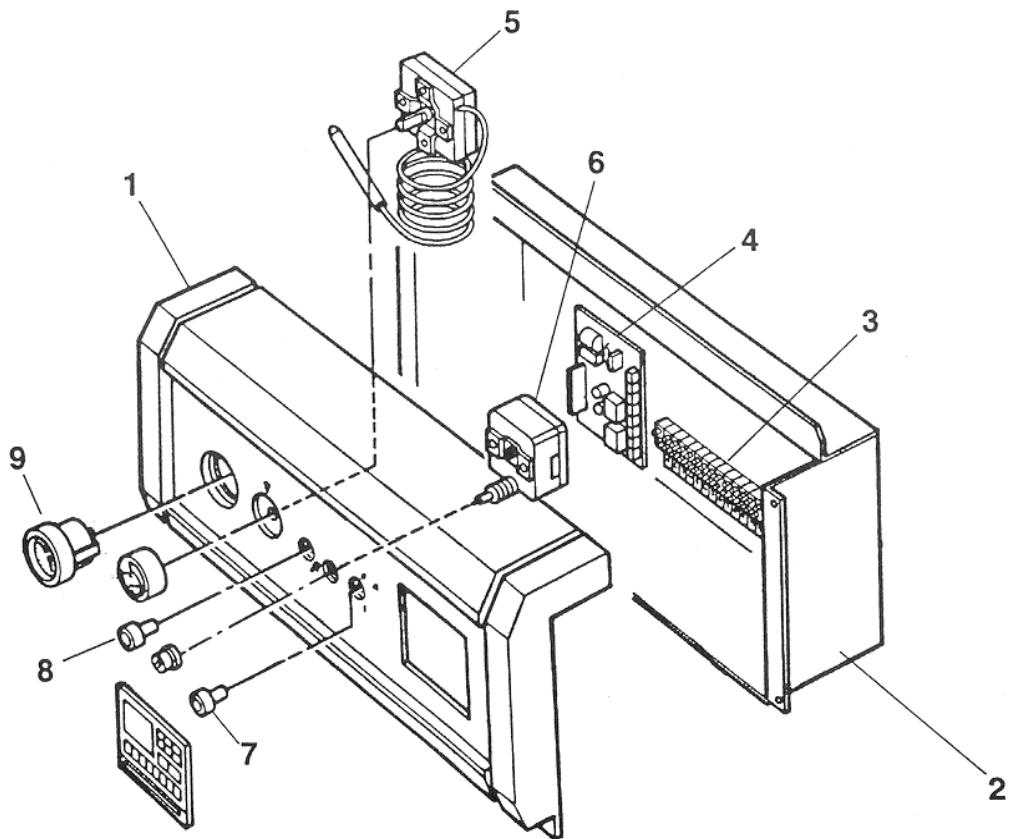

Fig. 5
**Attenzione:** usare particolare delicatezza nell'operare sulla centralina elettronica di controllo fiamma (part. 4 fig. 5) e sulle sue connessioni.
#### 4.03 Vista esplosa del cruscotto (fig. 5)